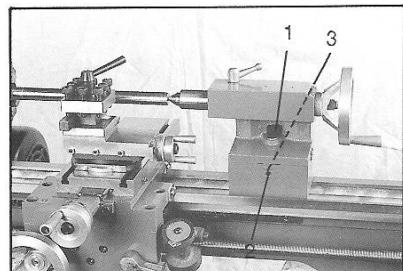

Fig 15
Pour déplacer la contre-poupée, desserrez la vis de blocage (1, Fig 15). Dévissez la vis située devant (2) et réglez avec la vis (3) située derrière. Serrez la vis de réglage et celle de blocage de la contre-poupée.